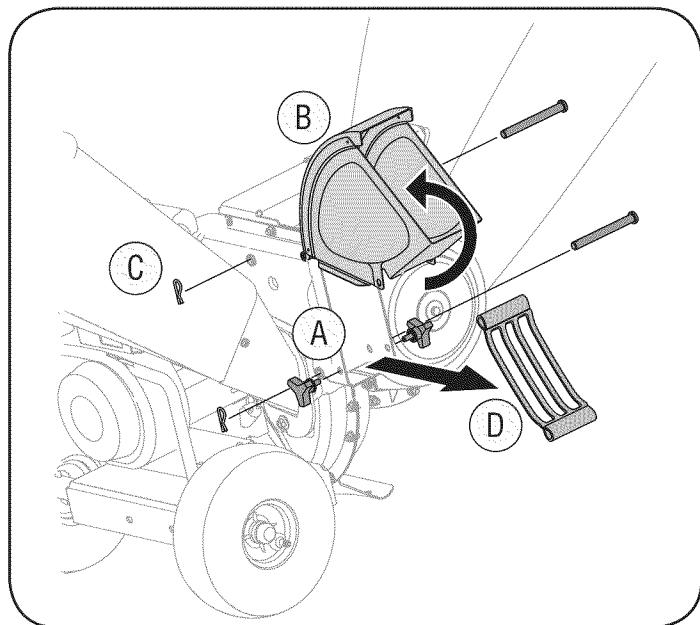

Figura 13
3. Quite el enchufe de desagüe del aceite cuadrado localizado en la base del motor, y drene el petróleo en un recipiente apropiado. Vea la Figura 13 en la página 15.
3. A. Retire la bolsa y dos perillas a mariposa a cada lado del canal deflector. Vea la Figura 13.
- D. Saque la pantalla de desgranado del interior de la caja y límpie la pantalla cepillándola o lavándola con agua. Vea la Figura 13.